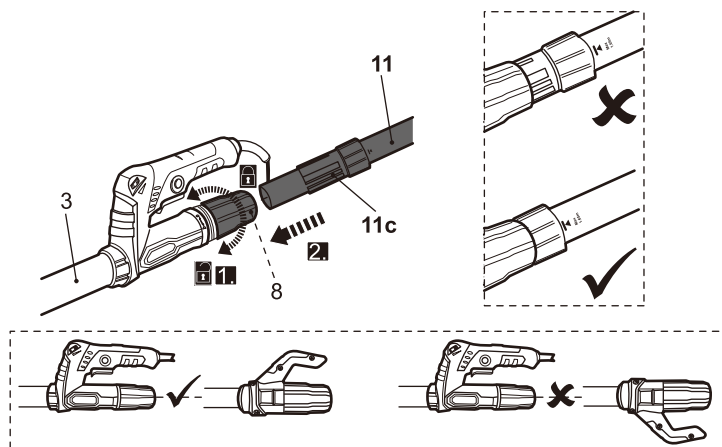

Fig. 3
- > Afloje el casquillo en la salida de extracción de polvo (8) del tubo superior (3), pero no lo retire (Fig. 3, paso 1).
- > Alinee la empuñadura trasera (11a) con la empuñadura principal (5) e inserte el casquillo (11c) del tubo de extensión (11) dentro de la salida de extracción de polvo (8) con un movimiento de giro hasta el fondo (Fig. 3, paso 2).